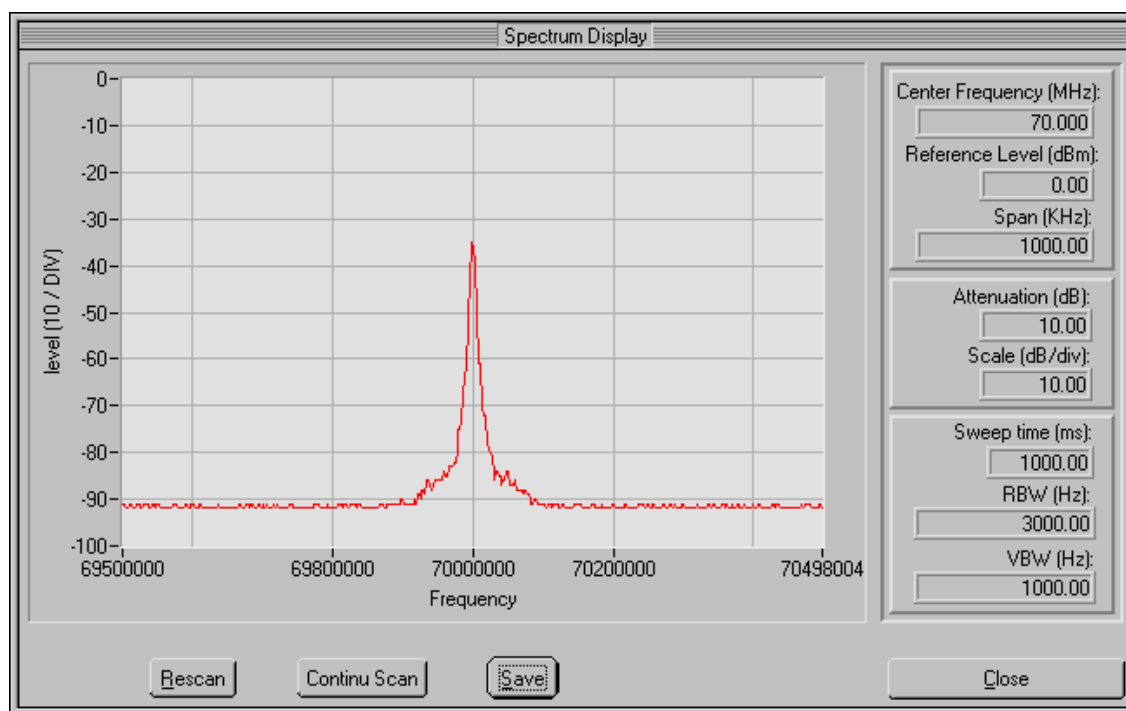

Fig. 18. Espectro da telemetria do transponder EM na saída do DC, portadora pura (CW).
Obtém-se desta forma o espectro na saída do *down converter* (entrada do receptor de telemetria do rack de integração), considerando a transmissão de uma portadora pura (CW), como mostra a Fig. 18.